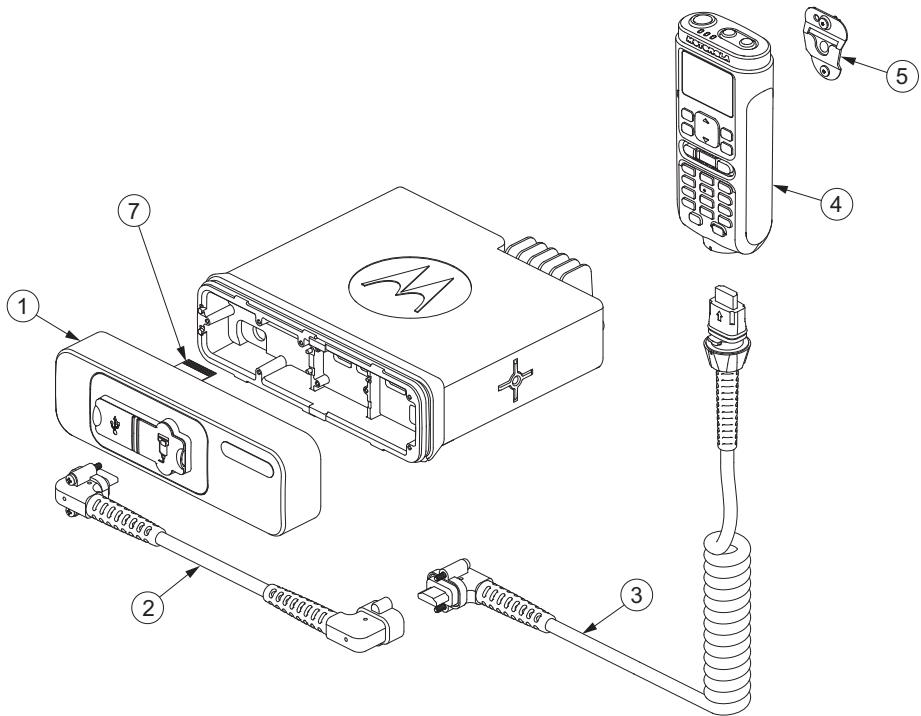

Figure 3. Montage de la tête de commande portable
1. Connectez le câble à l'adaptateur émetteur-récepteur et serrez les deux vis en tournant dans le sens des aiguilles d'une montre de 0,21 à 0,24 N.m (1,9 à 2,1 lb-po) à l'aide d'un tournevis Phillips n° 2. (Voir figure 3.)
2. Connectez l'autre extrémité du câble à la tête de commande portable, puis tournez le câble dans le sens des aiguilles d'une montre en le tenant par le collier. (Voir figure 3.)